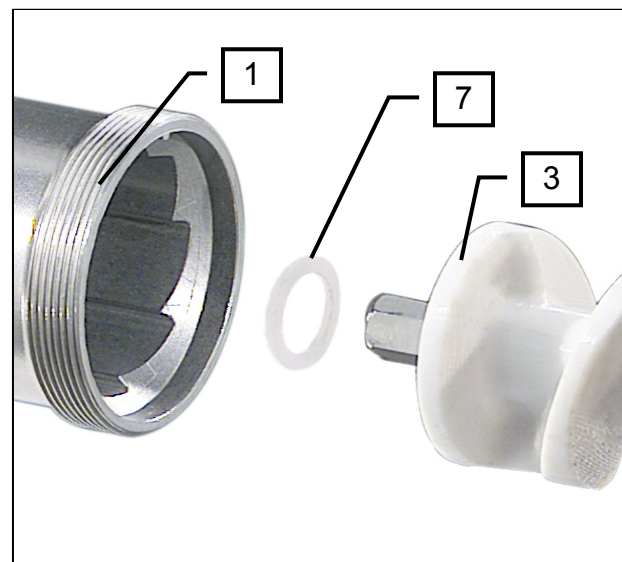

Figure 2
3. Retirer l'ensemble du corps de hachoir (1) de l'embout du moteur (8).
4. Débloquer et dévisser l'écrou (6) du filetage du corps de hachoir (1).
Démonter la grille à trous (5), le couteau (4) et la vis d'amenée (3) avec la rondelle de frottement (7). (Fig. 2)